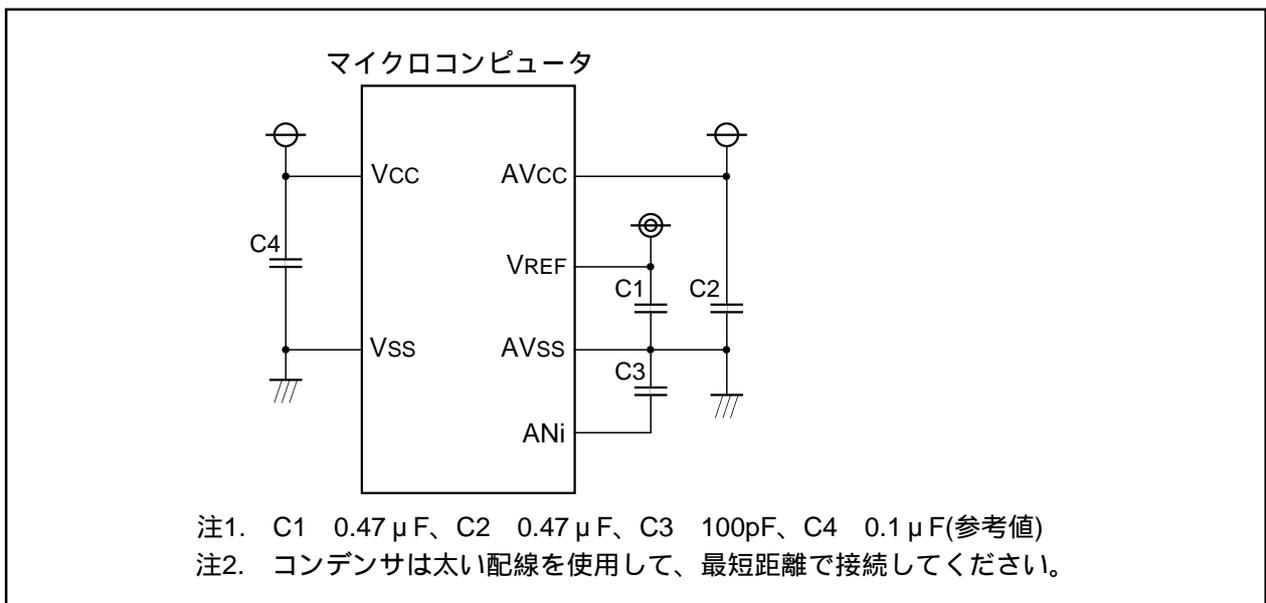

図1.20.10. 各端子のノイズ対策処理例
- (1) アナログ入力端子として使用する端子および外部トリガ入力端子(P97)に対応するポートの方向レジスタは入力に設定してください。
- (2) キー入力割り込みを使用する場合、AN4～AN7は4本ともA-D変換ポートとして使用できません(A-D入力電圧が“L”レベルになると、キー入力割り込みが発生します)。
- (3) ノイズによる誤動作やラッチアップの防止、また変換誤差を低減するため、AVCC端子、VREF端子、およびアナログ入力端子(AN_i)とAVSS端子の間には、それぞれコンデンサを挿入してください。同様にVCC端子とVSS端子の間にもコンデンサを挿入してください。図1.20.10に各端子の処理例を示します。